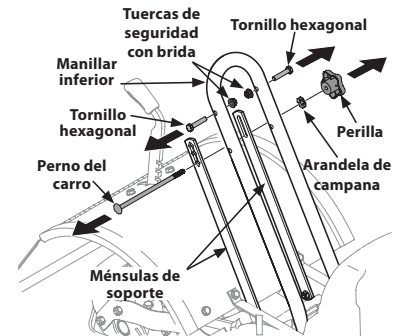

Figura 1
1. Retire los dos tornillos hexagonales (5/16-18 x 1.50), las dos tuercas de seguridad con brida (5/16-18), el perno del carro (5/16-18 x 6.75), la arandela de campana (.326 x .875 x .145) y la perilla (5/16-18) del manillar inferior y de las ménsulas de soporte. Vea la Figura 1.